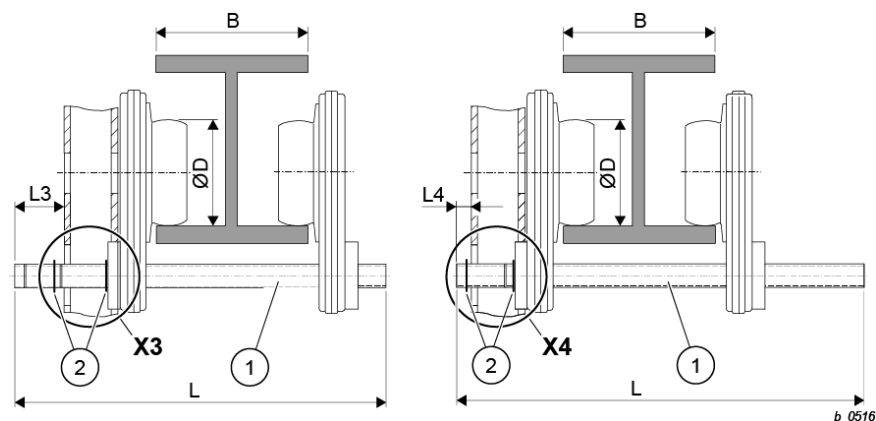

Fig. 69
- Utilizar un perno de conexión y un eje de transmisión adecuados para la zona del soporte "B" (véanse dimensiones Fig. 69 y Tab. 25).